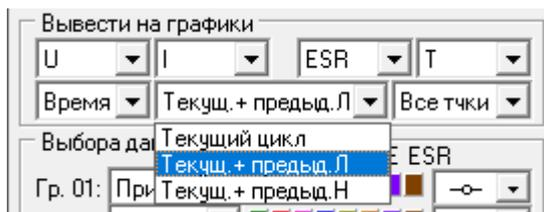

Рисунок 117 - Настройка режима отображения данных для текущего и предыдущего циклов программы тестирования
- Только текущий выполняемый цикл либо данные для цикла из выбранного исторического файла первичных данных ("**Текущий цикл**", см. рисунок 117);
- Текущий выполняемый цикл (либо данные для цикла из выбранного исторического файла первичных данных), а также предыдущий завершённый цикл (либо данные из исторического файла для предыдущего цикла, относительно цикла в выбранном историческом файле). При этом графики для предыдущего цикла расположены слева от текущего цикла (так, как это происходило по ходу времени) ("**Текущ. + предыд. Л**", см. рисунок 117). Данный режим отображения удобен для наблюдения за ходом тестирования в реальном времени. При этом в области графиков отображается один полный предыдущий цикл, и неполный текущий. При завершении текущего цикла он становится предыдущим, а прошлый предыдущий цикл удаляется из области графиков. Таким образом, графики динамически обновляются, но на графиках всегда можно наблюдать один полный завершённый цикл программы тестирования и частично текущий выполняемый цикл.
- Текущий выполняемый цикл (либо данные для цикла из выбранного исторического файла первичных данных), а также предыдущий завершённый цикл (либо данные из исторического файла для предыдущего цикла, относительно цикла в выбранном историческом файле). При этом графики для предыдущего цикла расположены сзади, под графиками для текущего цикла, таким образом, графики для текущего выполняемого цикла оказываются наложенными на графики для предыдущего завершённого цикла ("**Текущ. + предыд. Н**", см. рисунок 117). Данный режим отображения удобен для наблюдения за поведением тестируемого ХИТ с быстро изменяющимися характеристиками. В этом режиме легко видеть, насколько изменились графики заряда-разряда ХИТ на текущем цикле относительно графиков заряда-разряда того же ХИТ, но на предыдущем цикле.
Выбор режима отображения данных для текущего и предыдущего циклов осуществляется с помощью выпадающего списка, расположенного внизу в середине в области "Вывести на графики" (см. рисунок 117).
Рисунок 118 - Вывод на графики данных для текущего выполняемого цикла, а также для предыдущего завершенного цикла. Графики для предыдущего цикла выводятся слева от графиков выполняемого цикла, в соответствии с ходом времени ("Текущ. + предыд. Л", см. рисунок 117).
Рисунок 119 - Вывод на графики данных для текущего выполняемого цикла, а также для предыдущего завершенного цикла. Графики для предыдущего завершенного цикла выводятся сзади за графиками для текущего выполняемого цикла и оказываются подложенными под графики для текущего выполняемого цикла ("Текущ. + предыд. Н", см. рисунок 117).